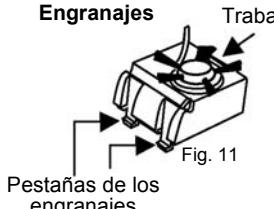
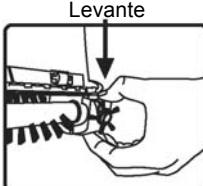

Fig. 11
Fig. 12
- Presione en la traba de los engranajes y levántelos para removerlos. (Fig. 11 y Fig. 12).